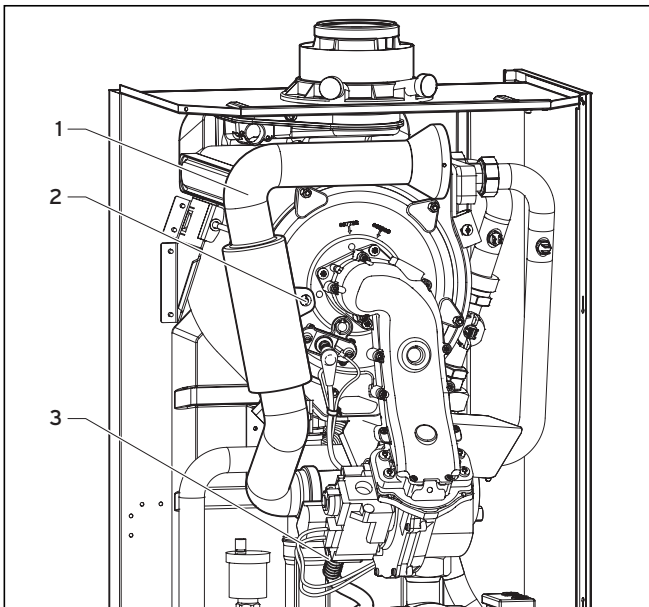

Рис. 8.1 Демонтаж воздуховсасывающей трубы
- Насадите воздуховсасывающую трубу на всасывающий штуцер и закрепите ее стопорным болтом (2, см. рис. 8.1).